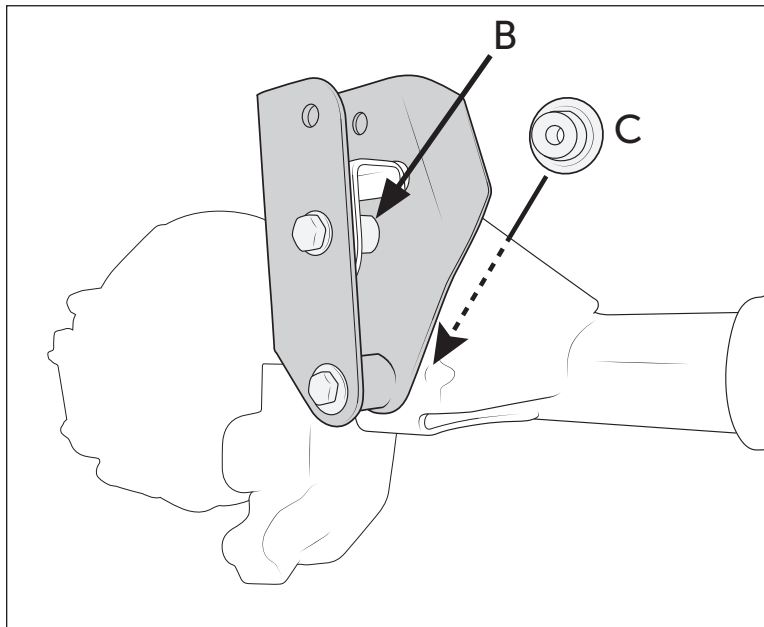

Abbildung 6
- B. Installiere den Panhardstabbock wie gezeigt. (Abb. 6).
D. Setze die Ausrichtungsscheibe in die Rückseite der serienmäßigen Halterung (Seite zeigt zur Fahrzeugvorderseite) und durch das untere Rohr am Panhardstab ein. Ein gewisser Widerstand ist normal, um die Ausrichtungsscheibe vollständig einzusetzen. Installiere die Schraube M12x90mm und die Unterlegscheibe von der Außenseite der Halterung durch die Ausrichtungsscheibe und bringe die Flanschnutter an. (Abb. 6-C) Möglicherweise muss die Mutter festgezogen werden, damit die Ausrichtungsscheibe vollständig sitzt.